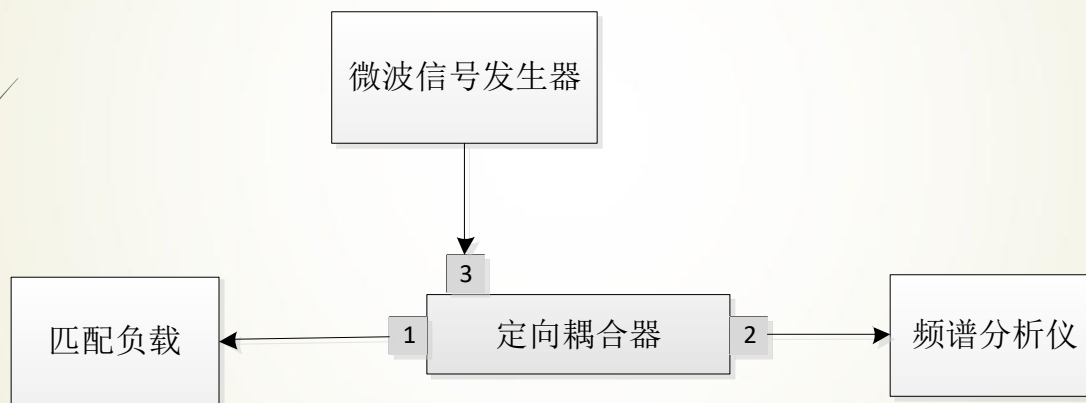

图 3.3.9 定向耦合器的隔离度测量
(1) 按照图 3.3.9 所示连接测试系统（测量2、3端口的隔离度）。